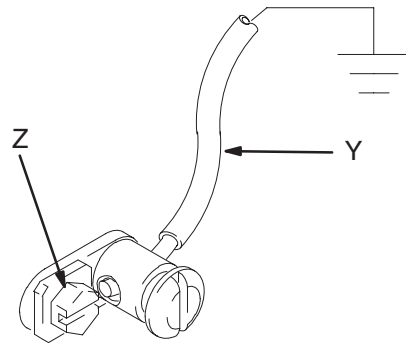

Abb. 2
Zum Erden der Pumpe ein Erdungskabel und eine Klammer wie oben abgebildet verwenden. Die Erdungsschraube (Z) entfernen und durch die Öse der Ringklammer am Ende des Erdungskabels (Y) einführen. Die Erdungsschraube wieder an der Pumpe befestigen und gut festziehen. Das andere Ende des Erdungskabels mit einem guten Massepunkt verbinden. Siehe Abb. 2. *Erdungskabel und Klammer sind mit der Teilenummer 222011 zu bestellen.*